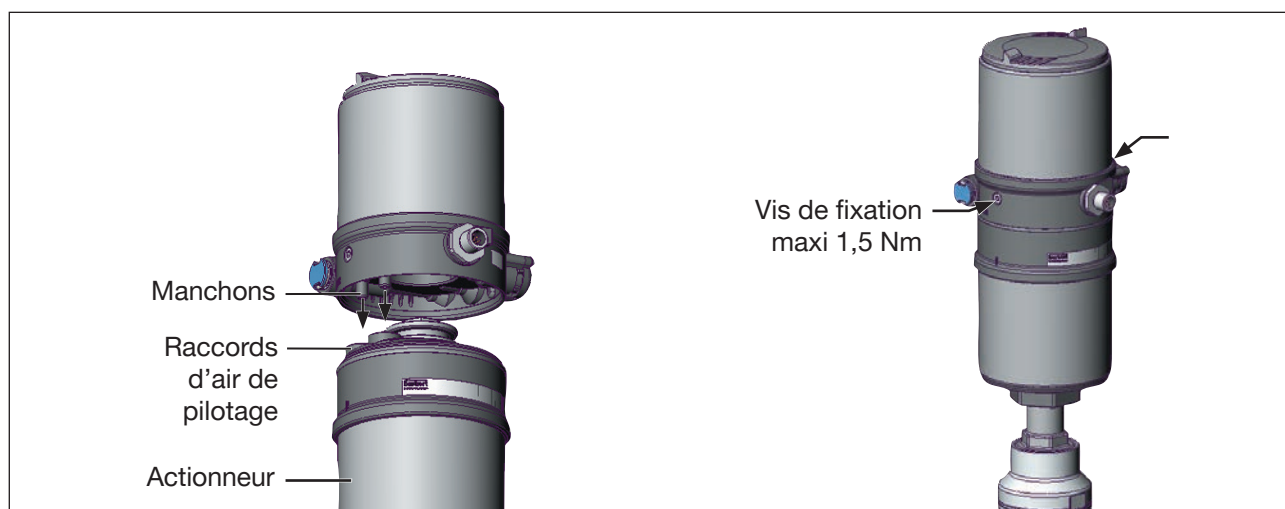

Figure 22 : Montage du positionneur, séries 2103, 2300 et 2301
2. que les manchons du positionneur entrent dans les raccords d'air de pilotage de l'actionneur (voir « Figure 22 »).